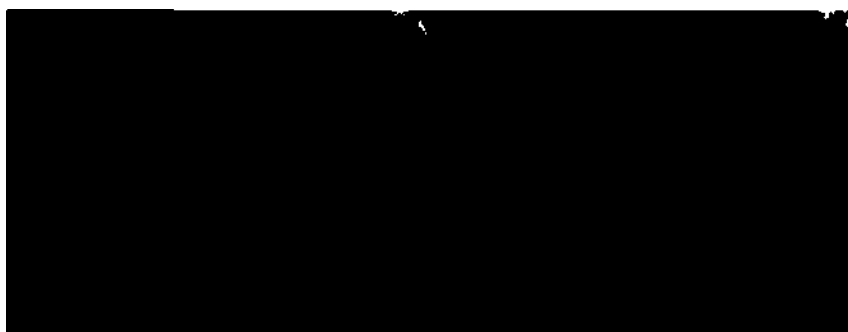

Рисунок 220. Анимационная модель в программе технологии навигации и визуализации EnSite™ NavX™, Sensor Enabled™ рядом с моделью НЦИ одного пациента
1. Показать модели в двухоконном режиме экрана (Рисунок 220).